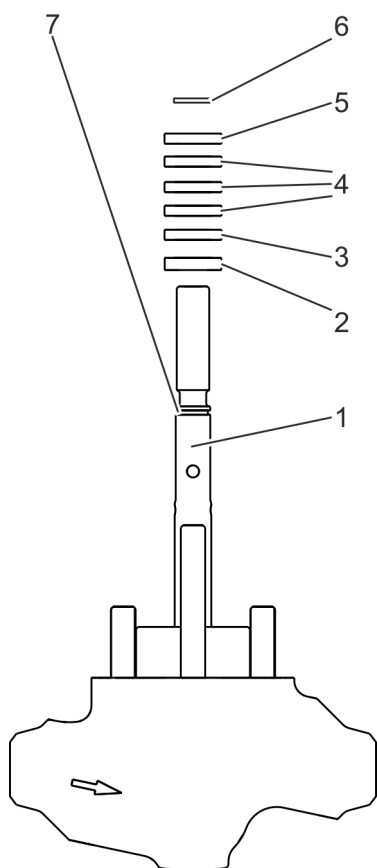

Fig. 51: Montar la empaquetadura (el número de anillos es variable)
50. ▶ Ensarte el anillo de apoyo (Fig. 51/2) en el husillo (Fig. 51/1).
51. ▶ Si se utiliza un anillo rigidizador (Fig. 51/3) con tapón de chapa, ensarte el anillo rigidizador (Fig. 51/3) en el husillo (Fig. 51/1) con el tapón de chapa orientado hacia el anillo de apoyo (Fig. 51/2).
Ensarte los anillos de empaquetadura (Fig. 51/4) en el husillo.
53. ▶ Si se utiliza un anillo rigidizador (Fig. 51/5) con tapón de chapa, ensarte el anillo rigidizador (Fig. 51/5) en el husillo con el tapón de chapa orientado hacia la junta tórica (Fig. 51/6).
54. ▶ Ensarte la junta tórica (Fig. 51/6) en el husillo y empújela hasta introducirla en la ranura correspondiente (Fig. 51/7).